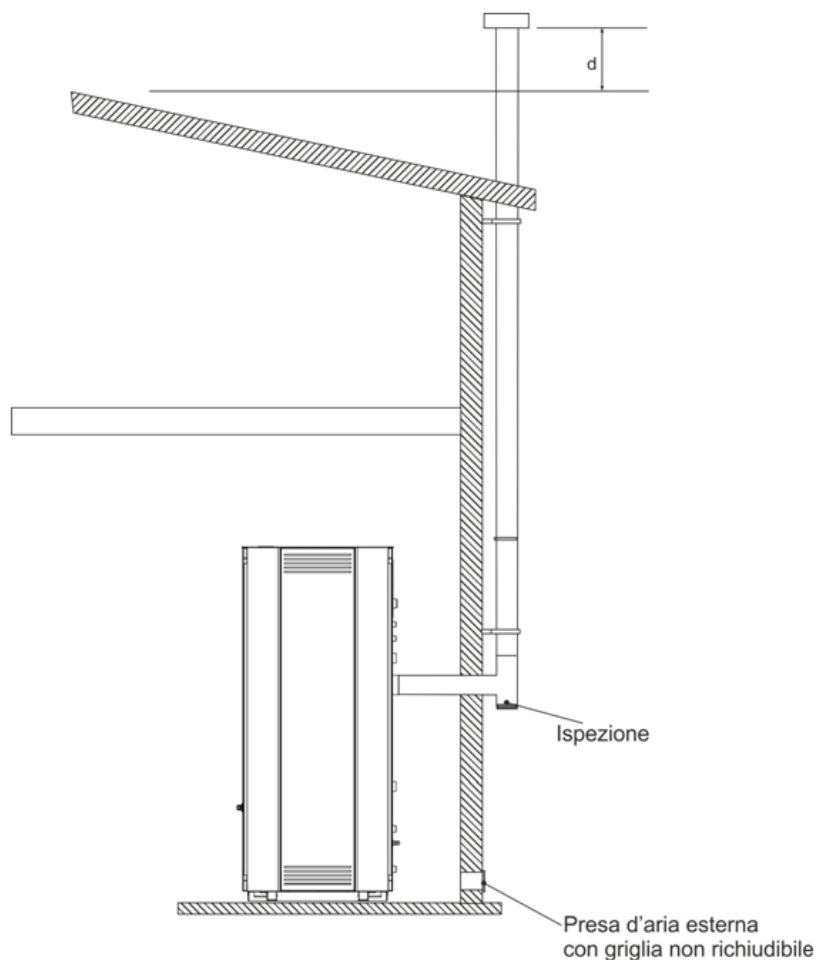

Fig. 13
- Per i condotti devono essere utilizzati solo tubi isolati (doppia parete) in acciaio inox fissati all'edificio (*fig. 13*).
- Nel caso in cui si voglia utilizzare un condotto fumi esterno si deve adottare la soluzione rappresentata nella *fig. 13*